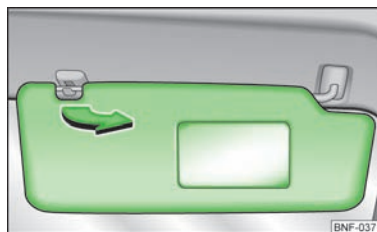

Fig. 28
► Le alette parasole del conducente e del passeggero anteriore si possono staccare dai relativi supporti e ruotare verso la porta nel senso indicato dalla freccia » fig. 28.